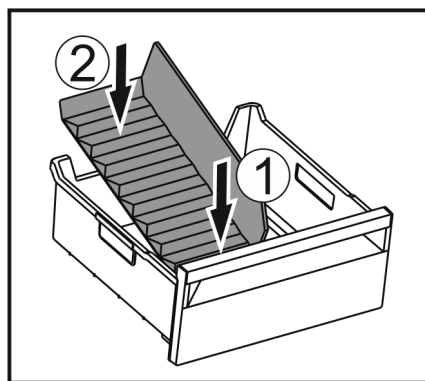

Fig. 55
- Vložte prednú časť oddelovača zásuvky na ľad. Fig. 55 (1)
- Spustite zadnú časť oddelovača zásuvky na ľad až na dno zásuvky. Fig. 55 (2)